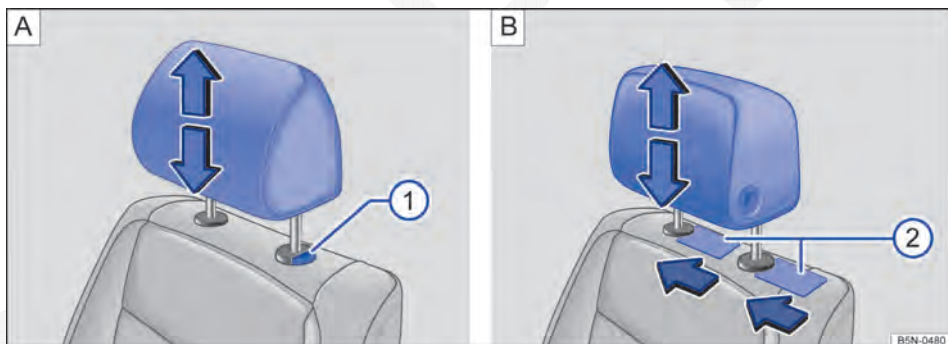

Fig. 51 Remover o apoio para cabeça dianteiro. **A** Sem possibilidade de ajuste na direção longitudinal. **B** Com possibilidade de ajuste na direção longitudinal.
- Retirar o apoio para cabeça com o botão ⇒ Fig. 51 **1** **A** totalmente pressionado. ▶